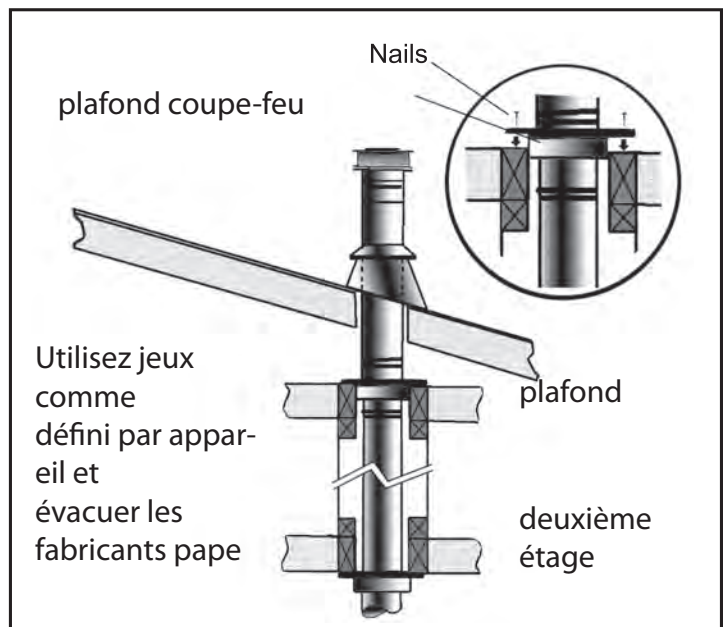

**Figure 31: L'utilisation de ferrures de fixation murales.**
- (1) Si un décalage est nécessaire dans le grenier pour éviter les obstacles, il est important de soutenir le tuyau de ventilation tous les 3 pieds (914 mm), pour éviter un stress excessif sur les coudes, et la séparation possible. Sangles murales sont disponibles à cet effet (voir figure 31).
- (2) Chaque fois que possible, utilisez coudes à 45 ° degrés au lieu de coudes à 90 ° degrés. Le coude à 45 ° degrés offre moins de restriction à l'écoulement des gaz de combustion et l'air d'admission.